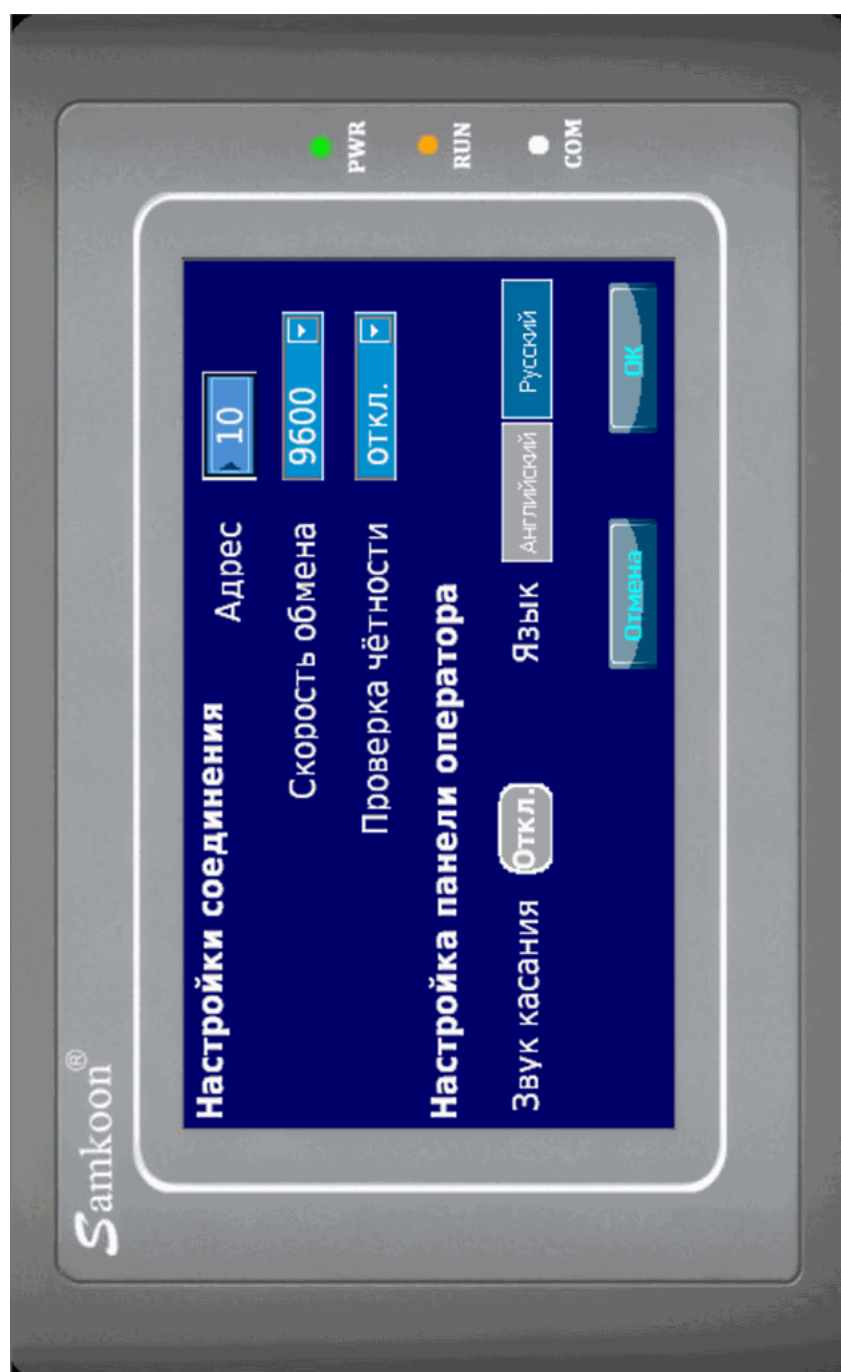

Рисунок 2. Экран настроек устройства.
2.2 Экран настроек (рис. 2) содержит элементы: